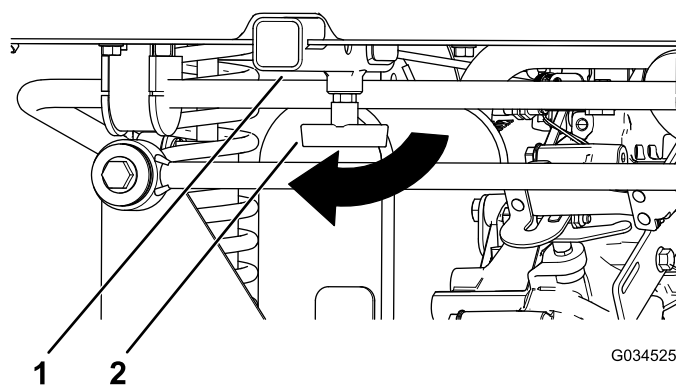

Figura 5
5. Desaperte a pega em T no tubo recetor (Figura 5).